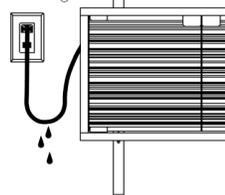

Abbildung 1
C. Um zu verhindern, dass Wasser am Stromkabel entlangläuft und somit in Berührung mit der Steckdose oder mit dem Netzteil kommt, muss der Benutzer für jedes Kabel, das das Gerät mit der Steckdose verbindet eine Tropfschleife vorsehen, wie es die Abbildung 1 zeigt. Die Tropfleiste ist der Teil des Kabels, der sich unter dem Niveau des Behälters oder des Verbinders befindet, wenn eine Verlängerung notwendig ist.
A) Installieren Sie die Leuchte auf die für Brio35 vorgesehene Oberfläche (z.B. Schränkchen oder Möbelstück), während Sie sie gleichzeitig senkrecht und gerade halten (**Abbildung 1**). Platzieren Sie das Unterteil ÜBER die Unterlage der Leuchte und verbinden Sie sie miteinander (**Abbildungen 2 und 3**). Das Unterteil sollte jetzt vollkommen eben mit der Unterlage sein, und die Leuchte sollte jetzt vorübergehend allein stehen.